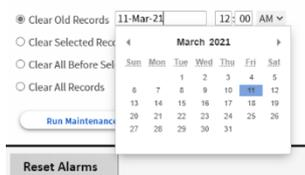

Figure 5-31: Sélection de la modification jour/mois/année
- **Clear Old Records** : effacer les anciens historiques (il est possible de sélectionner le jour, le mois, l'année et l'heure souhaités) (figures 5-31 et 5-32)